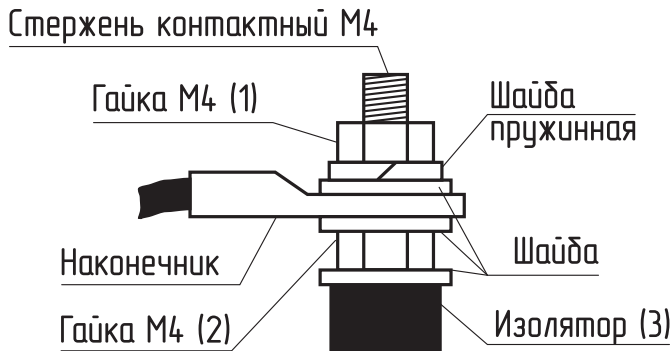

Рис. 12 Присоединение проводов к выводам блок ТЭН
- Подключить фазные провода к выводам блок ТЭН согласно **Рис. 12**;
- При замене блока ТЭН присоединение фазных проводов к выводам блока ТЭН производить согласно **Рис. 12**. Сечение кабеля указано в **Табл. 2** и **Табл. 3**;
- Провод нейтрالي «N» подключить на перемычку блока ТЭН (**Рис. 12**).